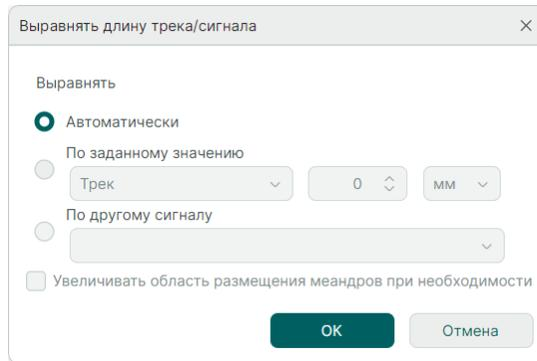

Рис. 424 Выбор режима «Автоматически»
5. Установите флаг в чек-бокс «Автоматически» и нажмите кнопку «ОК», см. Рис. 424.